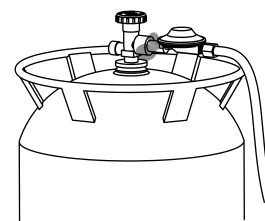

Figura 7
2. Aplique unas gotas de la solución en la conexión entre la válvula del tanque de gas y el regulador (ver Figura 7).